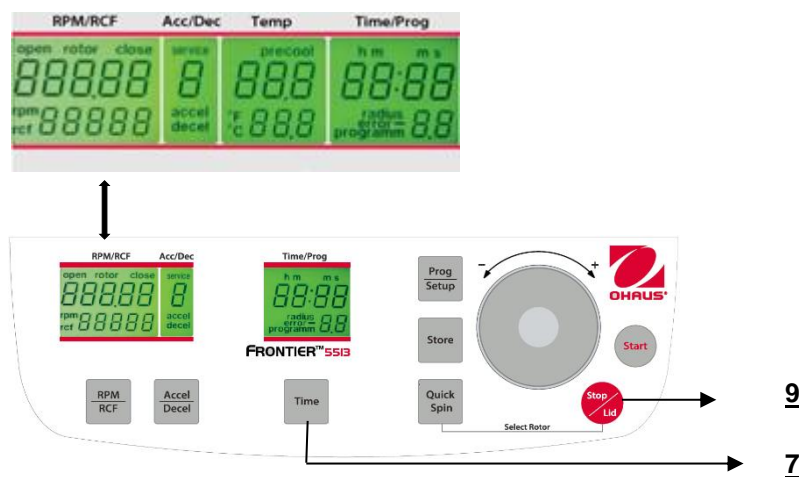

Abbildung. 28
Während die Zentrifuge ausgeschaltet ist, drücken Sie gleichzeitig die Tasten "Time"(7) und "Stop/Lid" (9) und schalten Sie die Zentrifuge am Hauptschalter ein. Lassen Sie nun beide Tasten los und als ein Ergebnis hiervon wird ein Anzeigetest von ungefähr 5 Sekunden durchgeführt. Alle Indikatoren werden gleichzeitig erscheinen (siehe Abbildung 28).